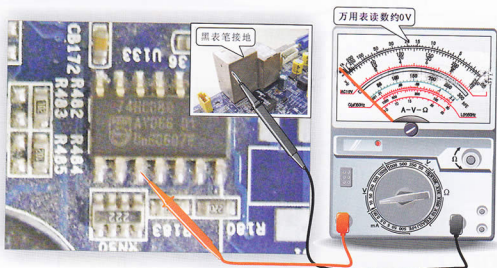

图10-25 在松开电源开关时检测门电路③脚的电压值
② 在按下电源开关后松开时，测量逻辑门电路输出端③脚的电压，正常时，为低电平，即 0V 的电压，如图 10-25 所示。